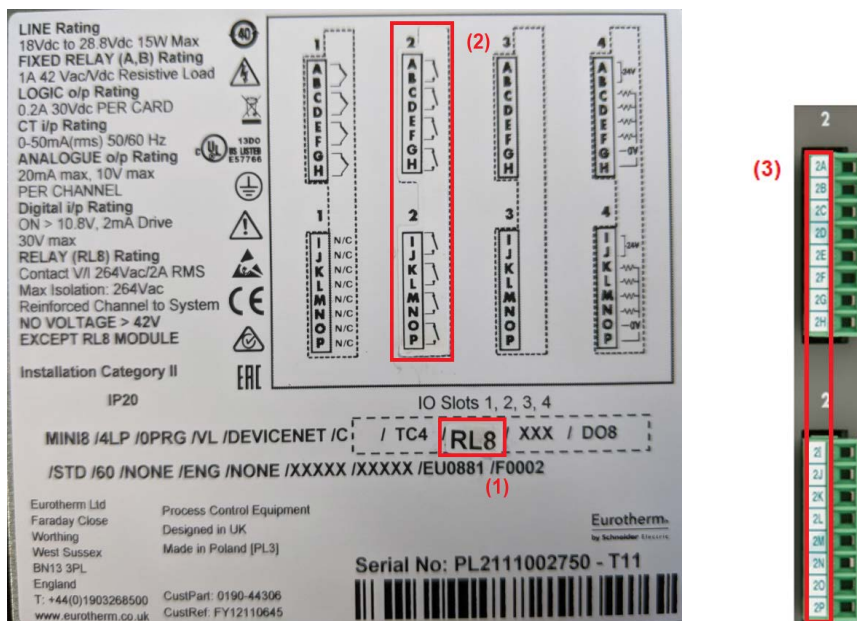

Figure 7 Étiquette latérale et borniers après la pose des étiquettes RL8
Décoller les étiquettes (1) et (2) pour les placer sur l'emplacement 2 de l'étiquette latérale et décoller l'étiquette (3) pour la placer sur l'emplacement 2 des borniers comme indiqué dans la Figure 7 ci-dessous.